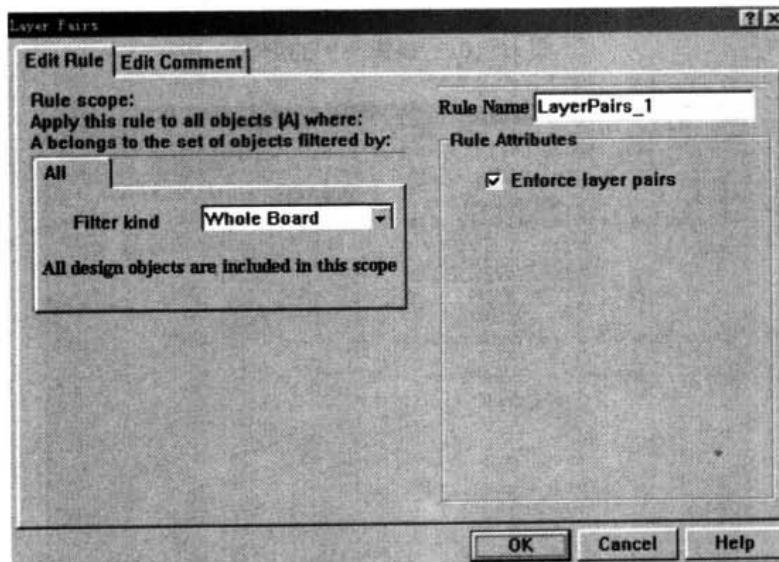

图 10-99 匹配层面对设置对话框
- Layer Pairs: 匹配层面对。该规则用于检测当前各层面对是否与钻孔层面对相匹配。电路板上的每个过孔的开始层面和终止层面为一当前层面对。钻孔层面对在图 8.2 所示的工作层面管理对话框中设置。Layer Pairs 设置对话框, 即如图 10-99 所示。